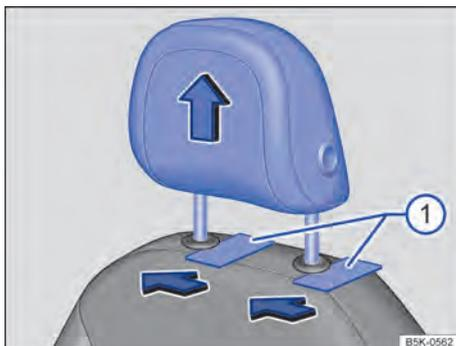
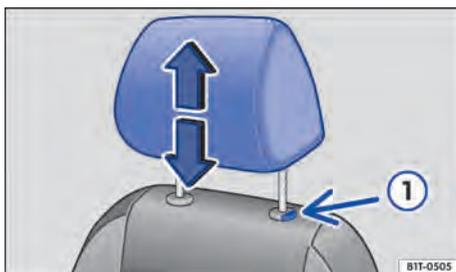

Fig. 66 No banco dianteiro: remover o apoio para cabeça (variante 1).
Fig. 67 No banco dianteiro: remover o apoio para cabeça (variante 2).
2. *Variante 1:* introduzir objetos planos entre o revestimento do encosto do banco e as capas de cobertura das barras de guia do apoio para cabeça, por exemplo, cartões de plástico → Fig. 66 ①. Retirar completamente o apoio para cabeça.
Variante 2: retirar o apoio para cabeça com o botão → Fig. 67 ① pressionado.
- Empurrar o apoio para cabeça para baixo com o botão → Fig. 66 ① ou → Fig. 67 ①.